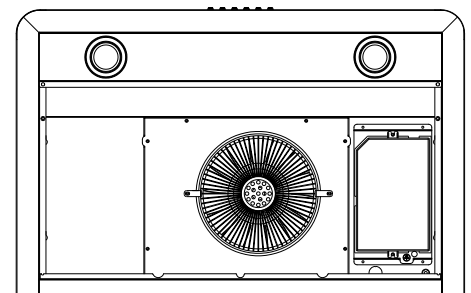

Figure 8
- **AVERTISSEMENT : TOUS LES CONNECTEURS DOIVENT ÊTRE EN FERMÉS DANS LA BOÎTE PCB (voir figure 8).**